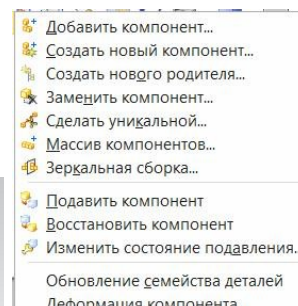

рис.28
- Если во время работы вы каким-либо образом случайно закрыли окно «Добавить компонент», то его всегда можно восстановить на экране. Для этого нужно выбрать команду в падающем меню «Сборки \ Компоненты \ **Добавить компонент**» (рис.28).